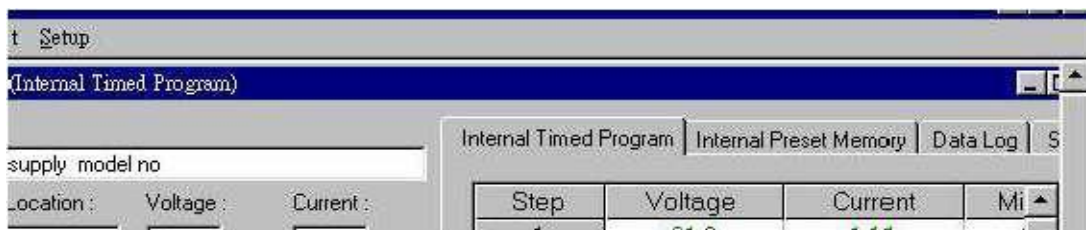
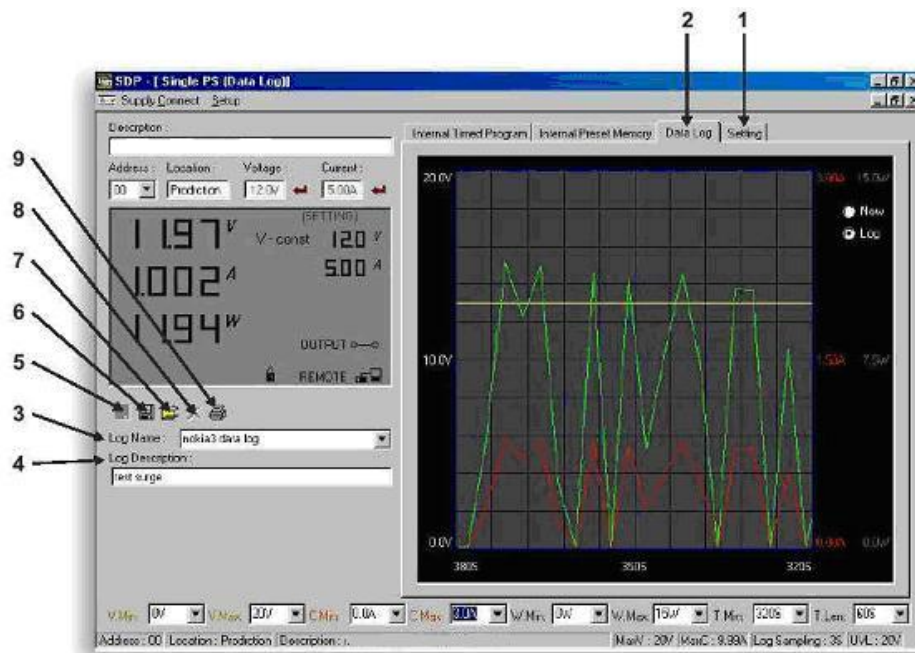

Fig. 8.4.1b. Programa temporizado (Internal Timed Program)
Figure 8.4.1c Ventana de registro de datos (Data Log)
6. La ventana '*Internal Timed Program*' aparecerá en pantalla, como se muestra en la ilustración 8.4.1b. Haga clic en *Data Log* en la parte superior derecha y se mostrará una ventana de registro de datos, como se muestra en la ilustración 8.4.1c.